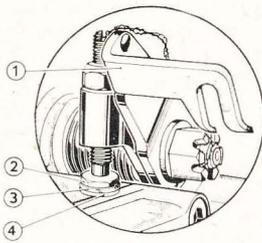

Fig. 64. — 4 : rondelle plate à déposer après 1 000 km.
Les pompes d'injection d'essence comportent une rondelle plate (4) de 0,5 mm sous la vis (2) de butée du levier d'enrichisseur (1) destinée à enrichir le mélange pendant les premiers kilomètres (voir fig. 64).